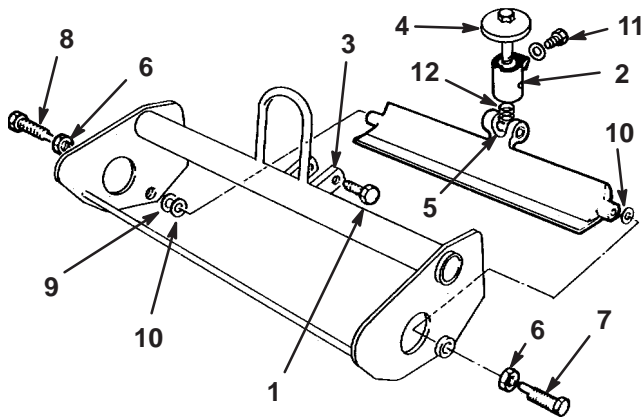

Bild 12
1. Nehmen Sie die Befestigungskopfschraube des Federarms und die Scheibe vom Gelenk ab. Lösen Sie die Drehschrauben, mit denen das Untermessergelenk an den Stützen des Spindelrahmens befestigt ist (Bild 12).
2. Drehen Sie das Einstellrad und das Gelenk um Uhrzeigersinn (Linksgewinde), bis es aus dem Schnittleistengelenk herausgeschraubt ist (Bild 12).
3. Lösen Sie die Klemmmutter, mit denen die rechten und linken Schnittleistendreherschrauben befestigt sind. Entfernen Sie die Drehschrauben (Bild 12).
Halten Sie die Ansatzschraube fest und ziehen Sie die Klemmmutter an (Bild 12).
- Schrauben Sie das Einstellrad und das Gelenk in die flache Seite des Schnittleistengelenks bis die Befestigungslöcher im Gelenk mit den Löchern in den Spindelrahmenstützen ausgerichtet sind, und das Schnittmesser nicht die Spindel berührt (Bild 12).